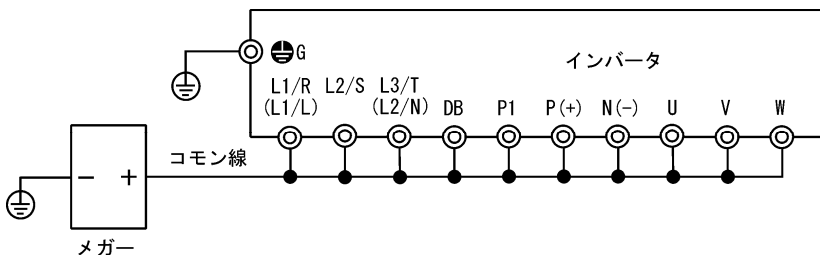

図7.2 メガーテスト
- 3) 主回路端子は、図7.2のようにコモン線で接続してください。